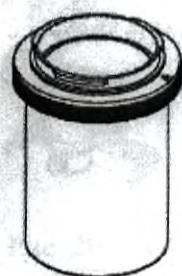

Рис. 26
10.7 АдAPTERЫ для камер Nikon, Canon, Sony. (рис. 26)